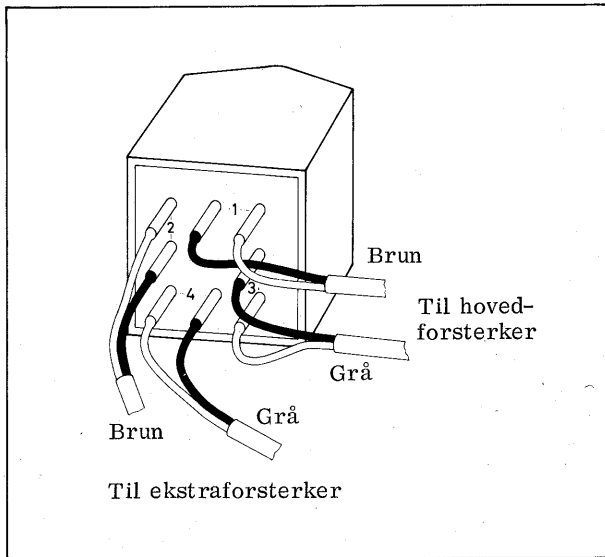

Fig. 5.1. Tilkopling av 4-kanal avspillingshode.
1. Det vanlige 2-kanal, 4-spors avspillingshodet er skiftet ut med et spesielt 4-kanal hode. Fig. 5.1 viser hodetilkoplingen.